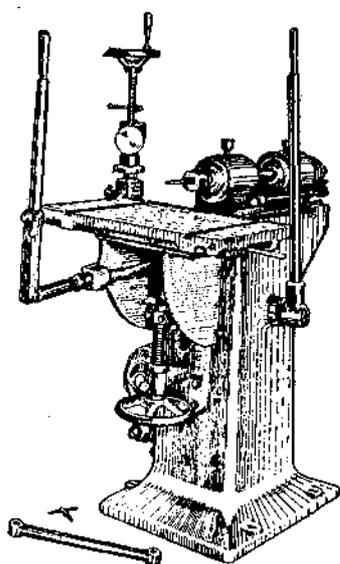

Fig. 85
*Furadeira.* — Dos vários tipos de furadeiras, a horizontal é a mais comum. Consta de uma mesa assentada em corredeiras, um eixo com polia e mandril também de correr, e duas alavancas, sendo uma para movimentar a broca e a outra para levar a mesa (Fig. 85).